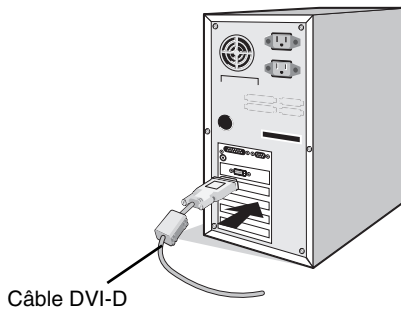

Figure A.1
2. **Connexion DVI :** branchez le câble DVI-D au connecteur du contrôleur d'affichage de votre système (**Figure A.1**). Serrez toutes les vis.